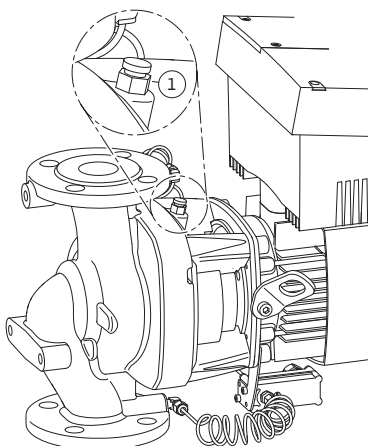

Fig. 49: Avluftningsventil
6. Öppna avluftningsventilen (fig. 49, pos. 1) för att göra pumpen trycklös.